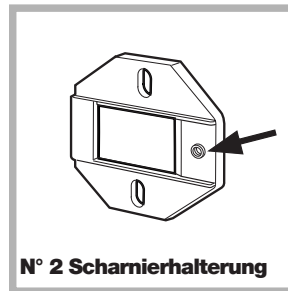

Abb. 1
- Montieren Sie die Scharnierhalterungen an der Front, dabei wird die Bohrung (siehe Pfeil auf Abb. 1) nach innen zur Front positioniert und ein Distanzstück eingelegt (Abb. 4/B), verwenden Sie Schrauben vom Typ **C**.